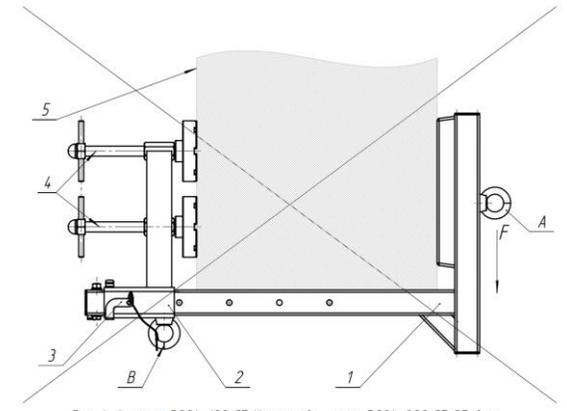

Рис. 4. 1 – vpro B004-100 СБ Каркас, 2 – vpro B004-200 СБ Обойма, 3 – vpro B004-300 СБ Фиксатор, 4 – vpro B004-202 СБ Прижим, 5 – Парапет.
**Запрещено!** Использование анкерного устройства на нижней выступающей части парапета при данном направлении нагрузки (Рис. 4.) **Запрещено!** При организации работ с использованием системы канатного доступа запрещается крепление страховочной системы и системы канатного доступа на одно и то же устройство, а также обоих канатов на одно и то же устройство.